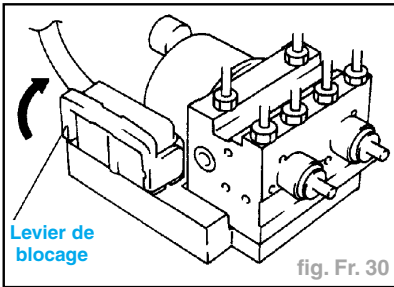

fig. Fr. 30
- S'assurer que le levier de blocage du connecteur de faisceau est complètement relevé (fig. Fr. 30).